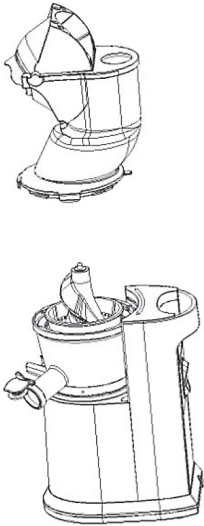

Abb. 4
- a. Überzeugen Sie sich, ob das Dreieck an der Zuführung in einer Linie mit dem Symbol eines offenen Vorhängeschlosses auf der Schüssel ist (Abbildung 4).